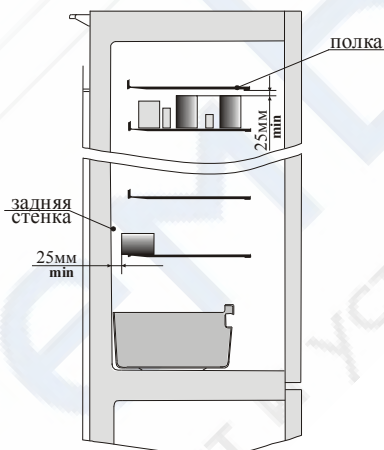

Рис. 5
*Для нормального функционирования холодильника обеспечьте свободную циркуляцию воздуха внутри холодильной камеры, укладывая продукты и напитки так, чтобы по всей высоте холодильной камеры оставался зазор не менее 25 мм между продуктами на полках и задней стенкой шкафа, а также между продуктами и выше расположенными полками (см. рис.5).*